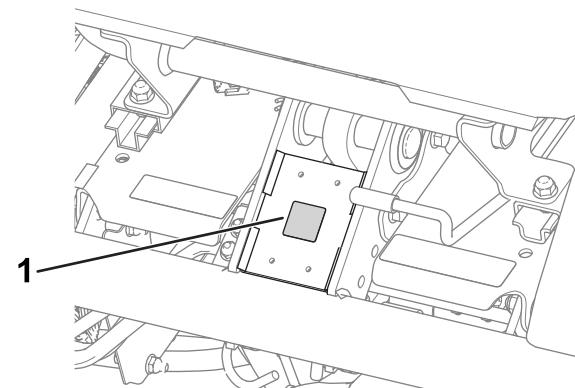

Figura 11
- Applicate l'adesivo di marcatura CE (n. cat. 93-7252) sul telaio sotto la parte anteriore del sedile (Figura 11).